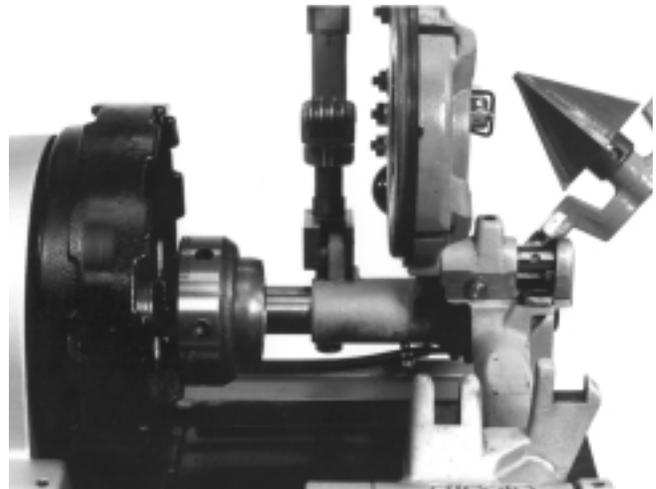

Figura 19 – Cuerpo del portaherramientas niplero No. 819 instalado
2. Coloque el cuerpo del portaherramientas niplero (Figura 19) en el portaherramientas del accionamiento autopropulsado. Las mordazas del portaherramientas deben estar alineadas con las ranuras de agarre del cuerpo del portaherramientas No. 819.